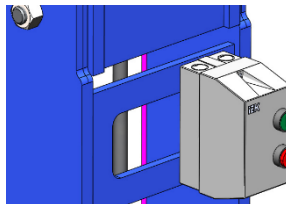
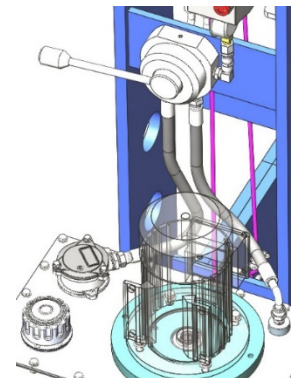

Рис. 1
Рис. 2
4.2 Контактор электрический КМИ-11260 закрепить на раме и подсоединить к цеховой электросети 380 В (Рис. 1). В гидрораспределитель, расположенный на раме, вкрутить рукоятку. Соединить гидростанцию с гидрораспределителем рукавами высокого давления (РВД) согласно рисунку (Рис. 2).